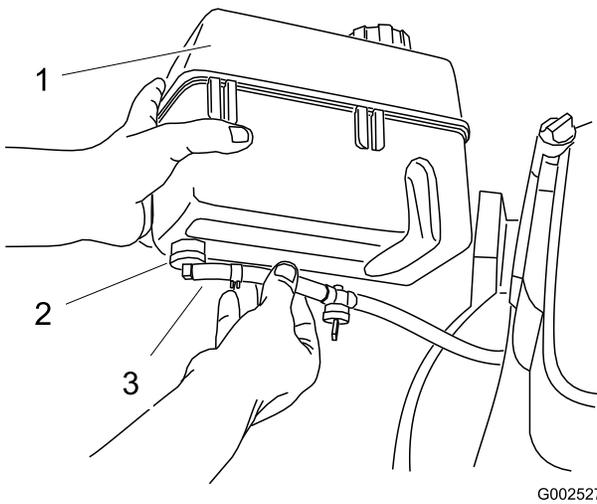

Figure 5
1. Raccordez l'extrémité de la conduite d'alimentation au raccord coudé (Figure 5).
- Fixez la conduite en position à l'aide du collier (Figure 5).